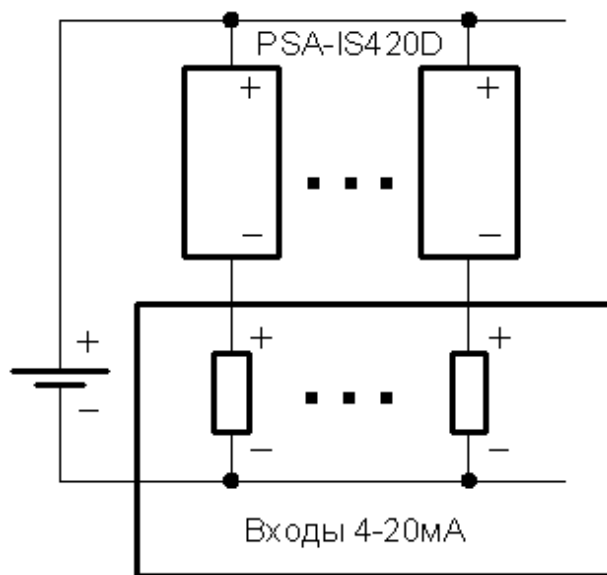

Рис. 3.2 Подключение имитаторов к устройству с несколькими входами
3.1 Схема подключения имитатора представлена на рисунке 3.1, габаритные размеры и расположение подстроечных резисторов – на рис. 3.2. Желтый светодиод светится, когда в токовой петле 4...20 мА протекает ток. Двухцветный светодиод D2 показывает уровень тока в токовой петле. Когда ток меньше первого порогового значения, светодиод не светится. Когда ток больше первого и меньше второго порогового значения, светодиод светится зеленым цветом. Когда ток больше второго порогового значения – светодиод светится красным цветом. Пороговые значения настраиваются с помощью подстроечных резисторов R2 и R7 соответственно.